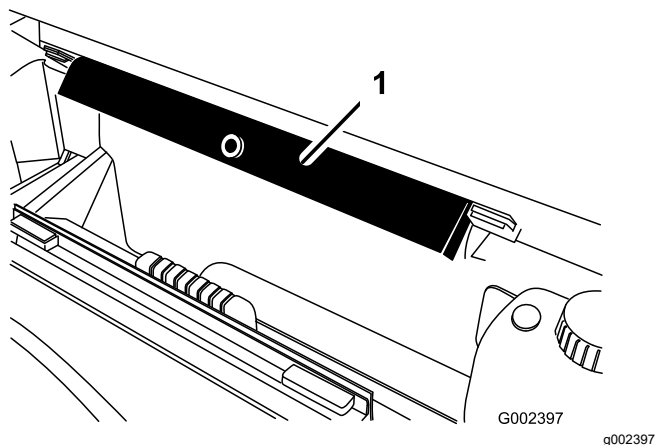

Рисунок 1
- B. Снимите опору платформы с кронштейнов, расположенных на задней стороне панели системы защиты оператора при опрокидывании (Рисунок 1).